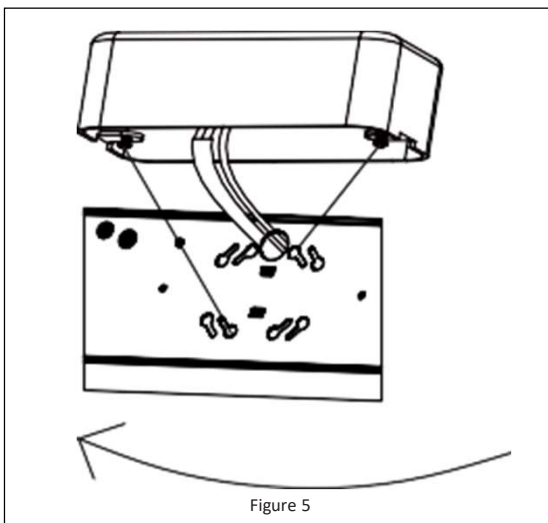

Figure 5
5. Turn the fixture base clockwise to secure the fixture in place. Tighten the small Philips Head screws and make sure the fixture does not move. **See Figure 5.**
5. Tournez la base du luminaire dans le sens horaire pour le fixer en place. Serrez les petites vis à tête cruciforme et assurez-vous que le luminaire ne bouge pas. **Reportez-vous à la Figure 5.**